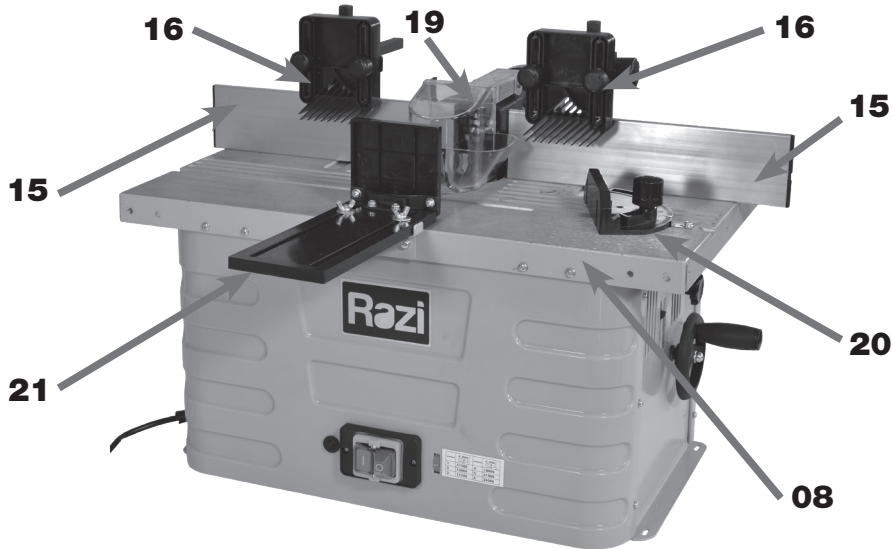
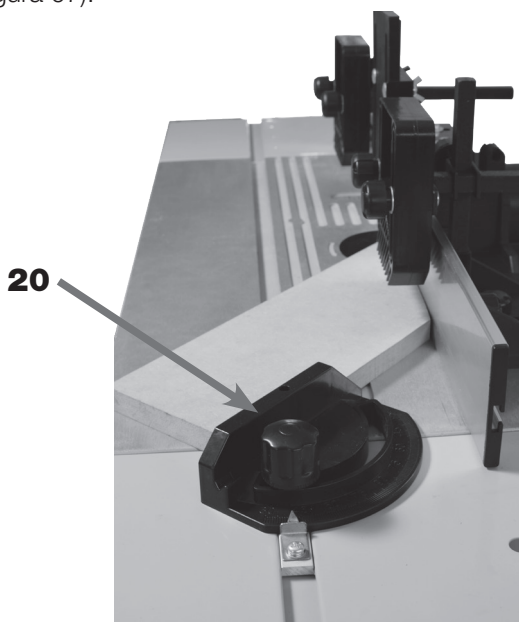

FIGURA 06 – Conjunto da Guia e Barra Pressão Frontal
FIGURA 07 – Guia Angular
verticalmente no Suporte de Apoio (17) (figura 06) para auxiliar na pressão do material a ser fresado sobre a Mesa de Trabalho (08).
Outro acessório incorporado é a Barra de Pressão Frontal (21) (figura 06), tendo como objetivo de guiar e pressionar o material a ser fresado contra as Guias Paralelas Batentes (15) durante o processo de fresagem. Este componente pode ser utilizado ou não, conforme o tipo de operação.
Uma Guia Angular (20) (figura 06) pode ser incorporada à máquina. Este conjunto tem a finalidade de apoiar o material, quando este tiver que ser fresado em um determinado ângulo (figura 07).